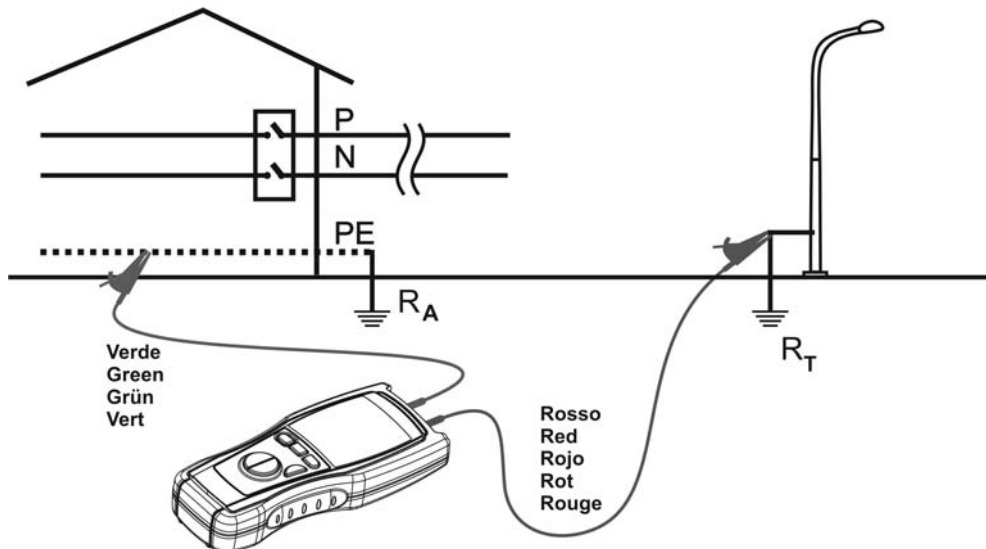

Fig. 3: Ejemplo de conexión del instrumento para la medida de Tierra a 2 Puntos
- En la Fig. 3 se está utilizando como *dispersor auxiliar* una farola, aunque puede ser igual de válido una tubería de agua o cualquier cuerpo metálico introducido en el terreno que respete las condiciones anteriormente indicada
7. Conecte los terminales del instrumento en el punto deseado del circuito en examen (ver la Fig. 64 y Fig. 3).